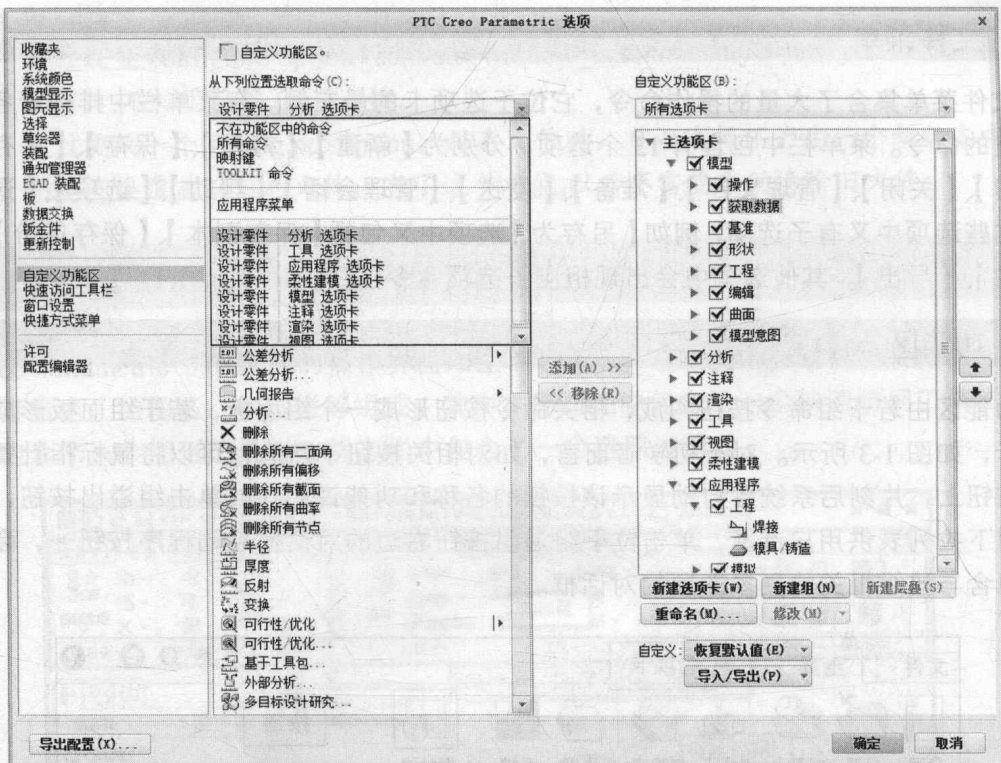

图 1-4 【PTC Creo Parametric 选项】对话框
① 单击【文件】菜单中的【选项】按钮 ，系统弹出如图 1-4 所示【PTC Creo Parametric 选项】对话框，再单击【自定义功能区】选项卡。
② 打开【从下列位置选取命令】下拉列表框，如图 1-4 所示。单击各个选项，方框中会显示相应的命令图标和名称。单击有下三角图标  的命令，将会激活【添加】按钮，单击此按钮，预选命令将会添加到右侧预选选项卡中，单击对话框中的【确定】按钮，操作界面功能区中将新增添加的按钮。单击【PTC Creo Parametric 选项】对话框中的命令图标，片刻后显示该按钮的路径，这将帮助用户寻找新增命令按钮的位置。在对话框右下角单击【新建选项卡】按钮可新建选项卡，单击【新建组】按钮可新建组面板。在新建组面板完成后将激活【新建层叠】按钮。